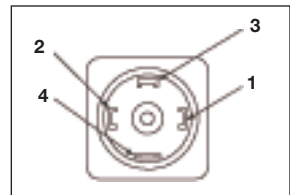

Figura 2
3. Los terminales del cableado del conmutador a presión están numerados en cada conector DIN. Consulte la Figura 2 para una conexión correcta.